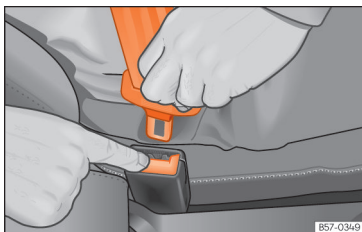

Abb. 24 Schlosszunge vom Gurtschloss lösen.
- Rote Taste im Gurtschloss drücken »» [Abb. 24]. Die Schlosszunge springt heraus.